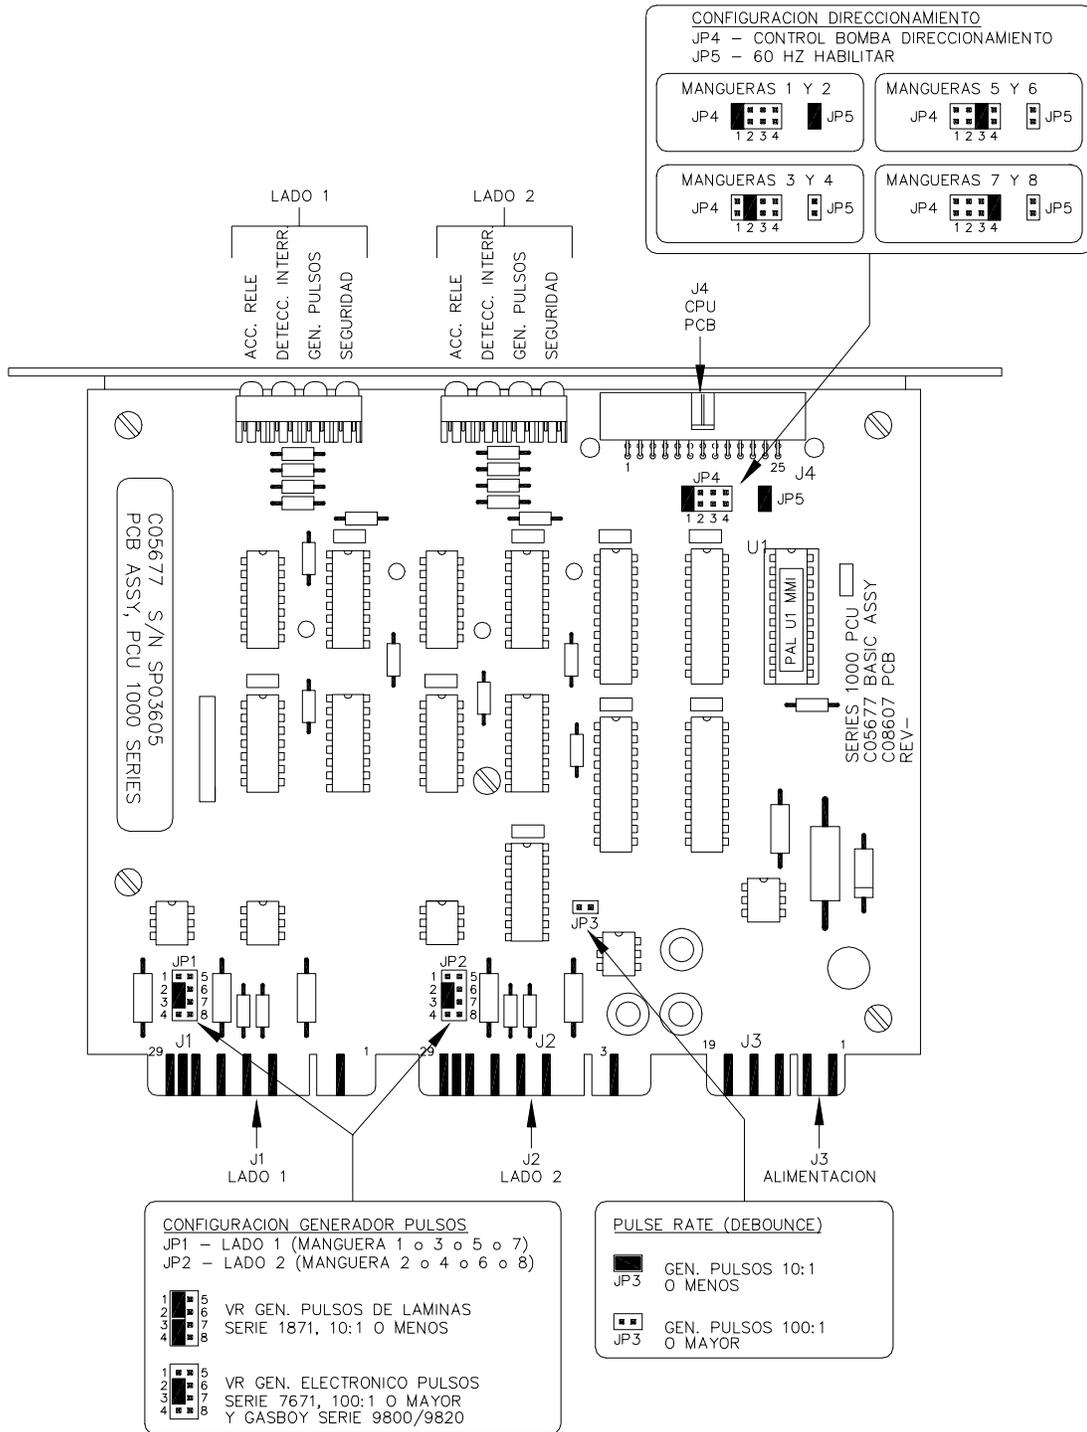

Figura 5-3. Configuración de control de bomba de sistema Serie 1000
17. Localizar la tarjeta de circuito impreso de control de bomba instalada en el gabinete de la puerta trasera del Sistema Serie 1000 (véase Figura 5-3 para los pasos 18-28).
18. Extraer el conector del cable plano de cada tarjeta de control de bomba (en la Figura 5-3 no se muestra el cable plano. El mismo está conectado en la parte superior derecha de la tarjeta).
24. Volver a colocar la tarjeta de circuito integrado en el tarjetero y fijarla en posición. Volver a conectar los tres cables a la parte trasera de la tarjeta (*NOTA: Estos cables están identificados para que no se los instale incorrectamente*). El cable para la manguera 1 se conecta al lado 1 de J1 y el cable para la manguera 2 se conecta al lado 2 de J2. En la Figura 5-3 se muestra la orientación de los lados mencionados.